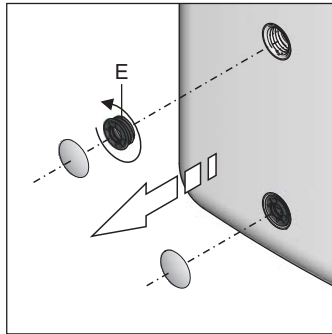

Fig. 6-4 Étapes de travail 2 + 3
3. démonter le cache à l'aide de la poignée et dévisser l'embout fileté (fig. 6-4, rep. E) du réservoir du ballon.